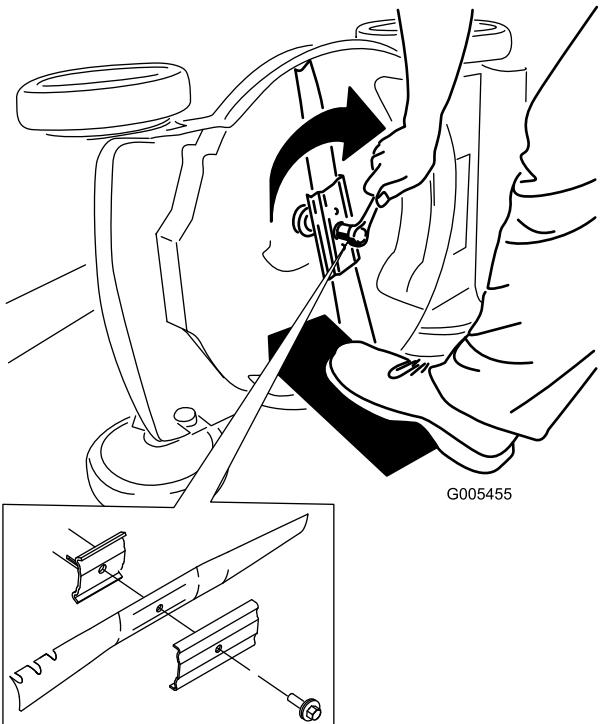

Figure 33
- Montez la nouvelle lame et toutes les fixations (Figure 33).